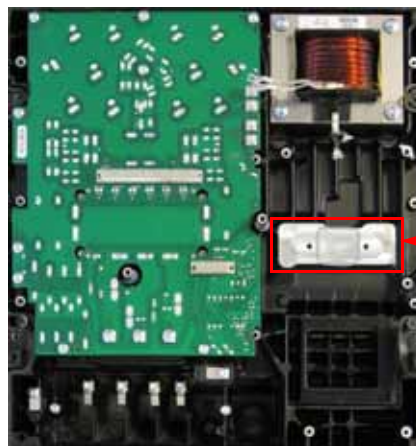

Рис. 47 Контактная поверхность выпрямителя
1. Удалите остатки охлаждающей пасты с контактных поверхностей выпрямителя (следите за тем, чтобы не оцарапать поверхность). См. рис. 47.